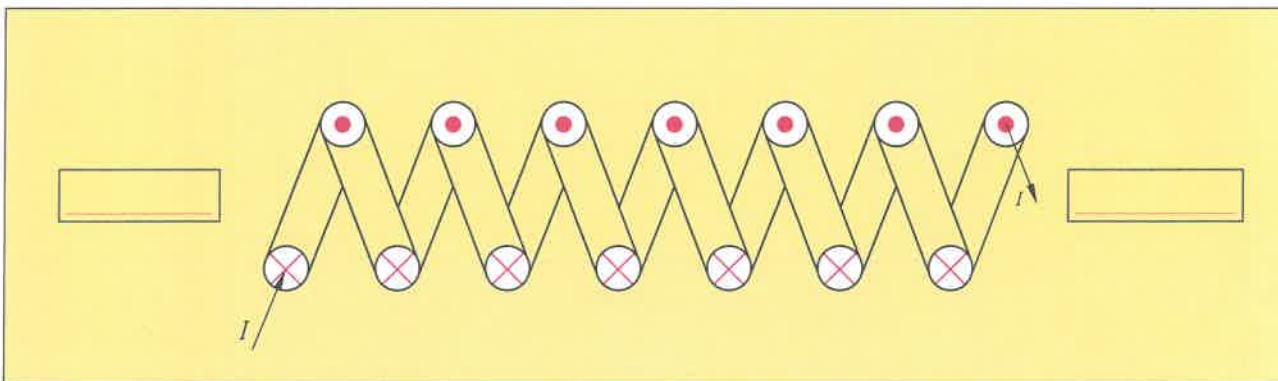

Bild 3: Magnetfeld einer Spule
- Tragen Sie in die Spule (**Bild 3**) ein: